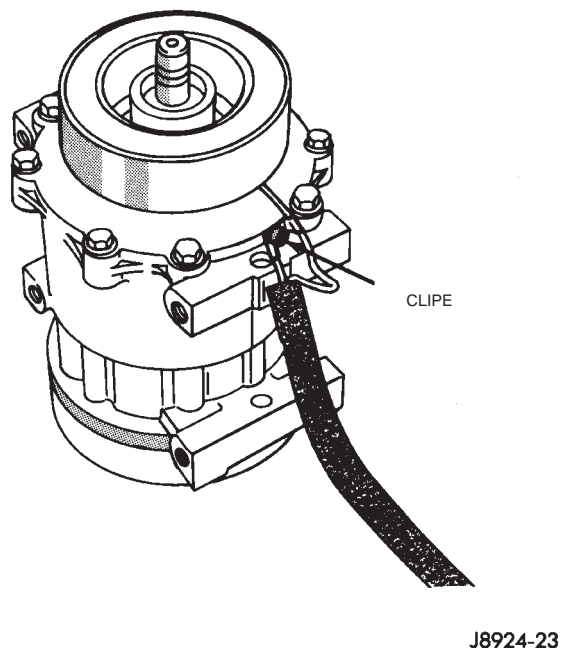

Fig. 24 Chicote Guia de Fiação da Bobina do Acoplador
(9) Remova o parafuso e o retentor do chicote guia de fiação da bobina do acoplador, na carcaça dianteira do compressor (Fig. 24).